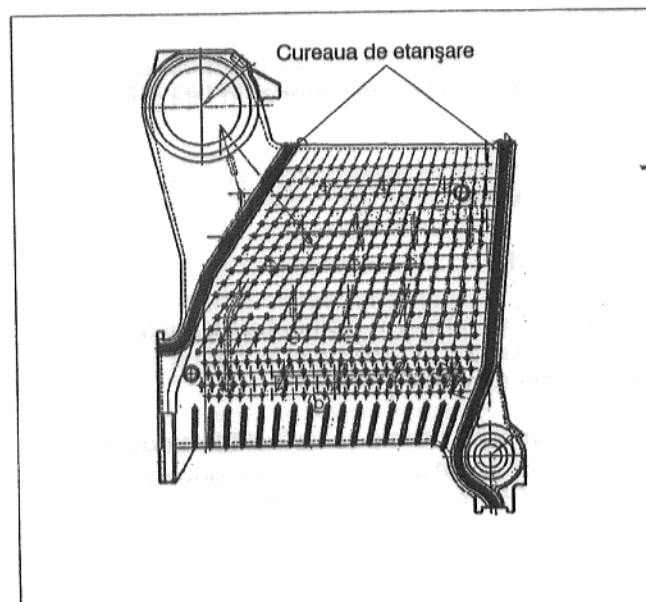

Fig. 5
- În canelura etanșeității se va aplica cu o pensulă un strat de aderență unilateral între perechea de elemente. După un scurt timp de uscare se va lipi cureaua de etanșare (tăiată) în canelură (Fig. 5).